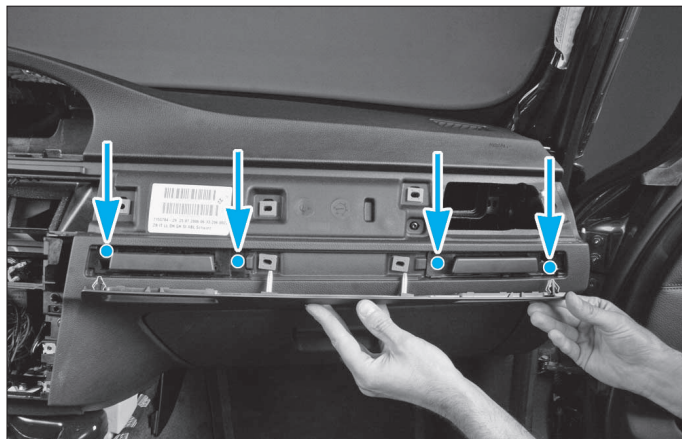

FIG. 23
• Dégrafer la moulure décorative des supports de gobelets. Ainsi accessible, déposer les supports de gobelets fixés chacun par 2 vis à empreinte cruciforme (Fig.23).